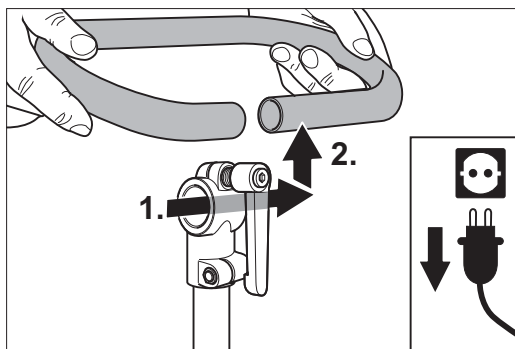

Abb. 15: Abnehmen des Haltebügels.
- 4 Ziehen Sie den Haltebügel aus dem Klemmstück heraus und nehmen Sie ihn nach oben ab (Abb. 15). Legen Sie den Haltebügel zur Seite.